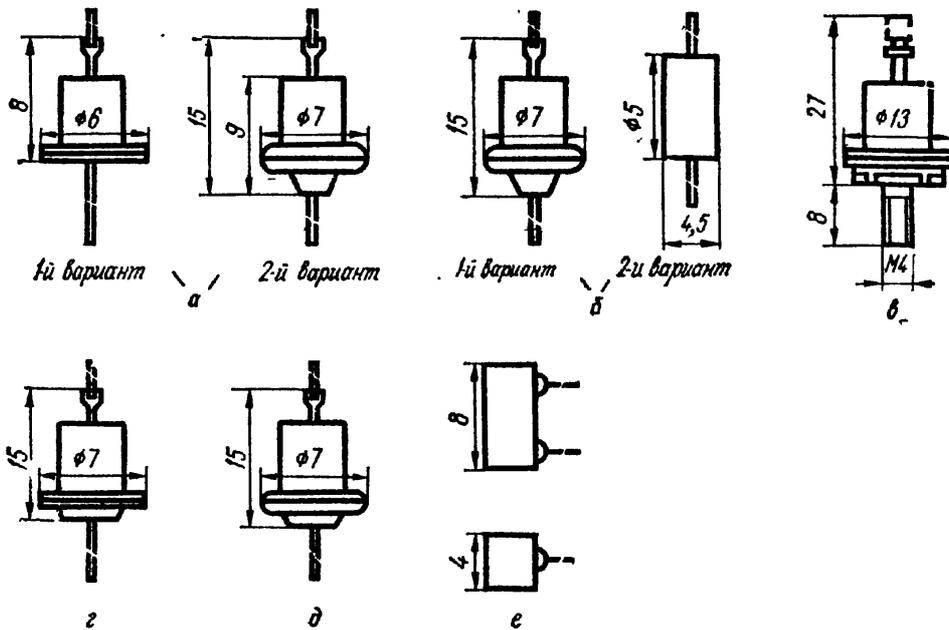

Рис. 271. Внешний вид и основные размеры стабилитронов
Д808 — Д811, Д813. Кремниевые стабилитроны (рис. 271, а). Диапазон рабочих температур от  $-55$  до  $+100^{\circ}\text{C}$ .
Д814 (А, Б, В, Г, Д). Кремниевые стабилитроны (см. рис. 271, б). Диапазон рабочих температур от  $-55$  до  $+100^{\circ}\text{C}$ .
**815 (А, Б, В, Г, Д, Е, Ж, И).** Кремниевые стабилитроны (см. рис. 271, в). Диапазон рабочих температур от —60° С окружающей среды до 100° С на корпусе.
**816 (А, Б, В, Г, Д).** Кремниевые стабилитроны (см. рис. 271, в). Диапазон рабочих температур от —60° С окружающей среды до 100° С на корпусе.
Д817 (А, Б, В, Г). Кремниевые стабилитроны (см. рис. 271, в). Диапазон рабочих температур от —60° С окружающей среды до 100° С на корпусе.
Д818 (А, Б, В, Г, Д, Е). Кремниевые стабилитроны (см. рис. 271, г). Диапазон рабочих температур от —55 до 100° С.